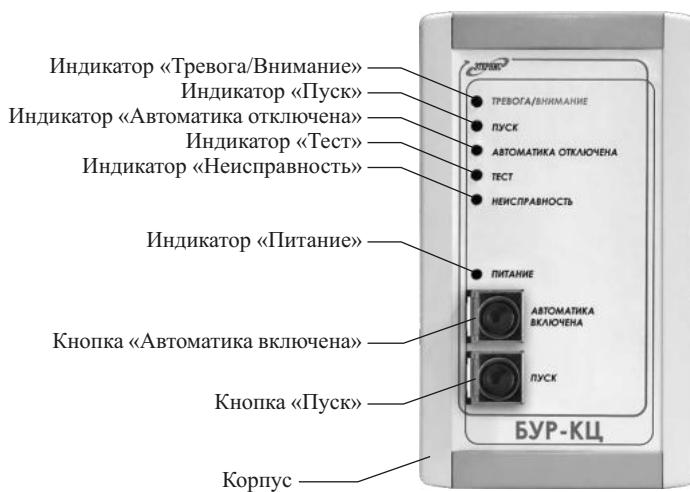
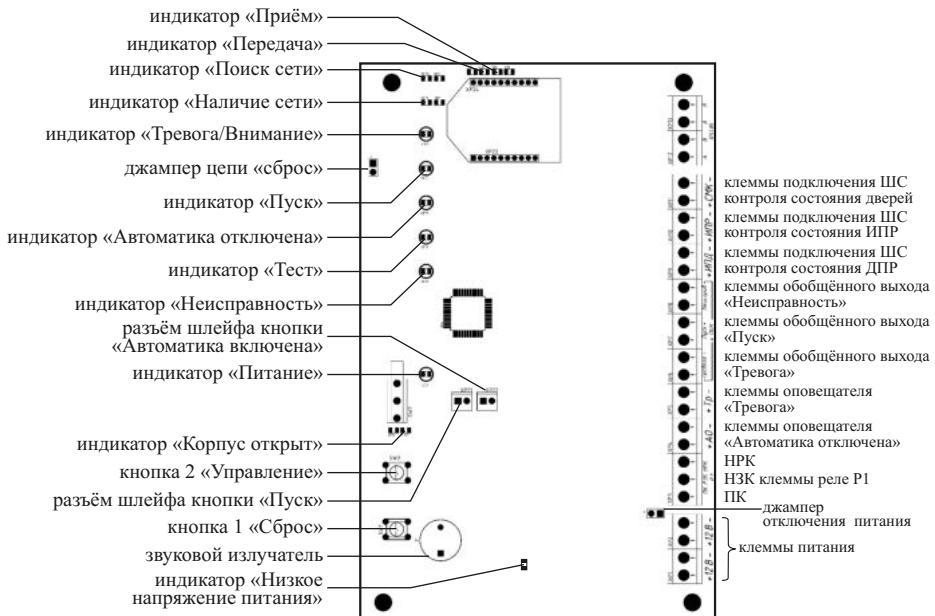

Рис. 6.10. Внешний вид БУР-КЦ
Рис. 6.11. Схема расположения индикаторов, органов управления и клемм для внешних подключений на плате БУР-КЦ
Внешний вид БУР-КЦ приведен на рис. 6.10.
Расположение индикаторов БУР-КЦ приведено на рис. 6.10 и рис. 6.11. Некоторые индикаторы БУР-КЦ не выведены на лицевую панель прибора.
- Расположение органов управления БУР-КЦ приведено на рис. 6.10 и рис. 6.11.
Расположение клемм для подключения внешних цепей к БУР-КЦ приведено на рис. 6.11.